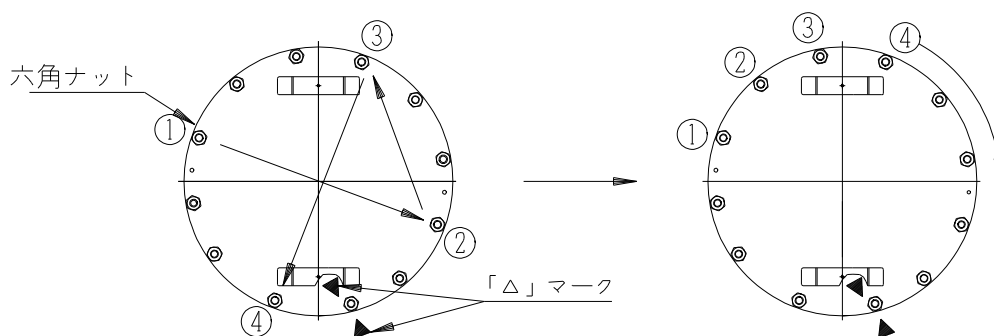

図10-4 六角ナットの取り付け
- ⑥ ろ過タンクフタの六角ナットを以下の手順を参照して締め付ける。
1. 図10-4のように4ヶ所を対角線の順で、軽く力を入れる程度に締め付ける。
3. 12ヶ所すべて取り付けたあと、図10-4のようにならんでいる順に1個ずつ強く締め付ける。
- ⑦ 配管のバルブ（５ヶ所）すべてを開けて、過電流遮断機（１００Ｖ／２００Ｖ）および本体の漏電ブレーカ（１００Ｖ／２００Ｖ）を入れる。
- ⑧ 本機のコントロールパネルには曜日を示す数字が点滅しているので「確定」キーを押して通常表示に